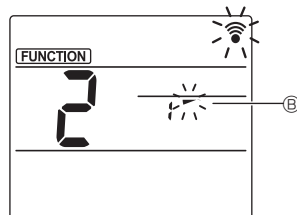

Fig. 3
③ Indstilling af ventilatorvingevinkel (Fig. 3)